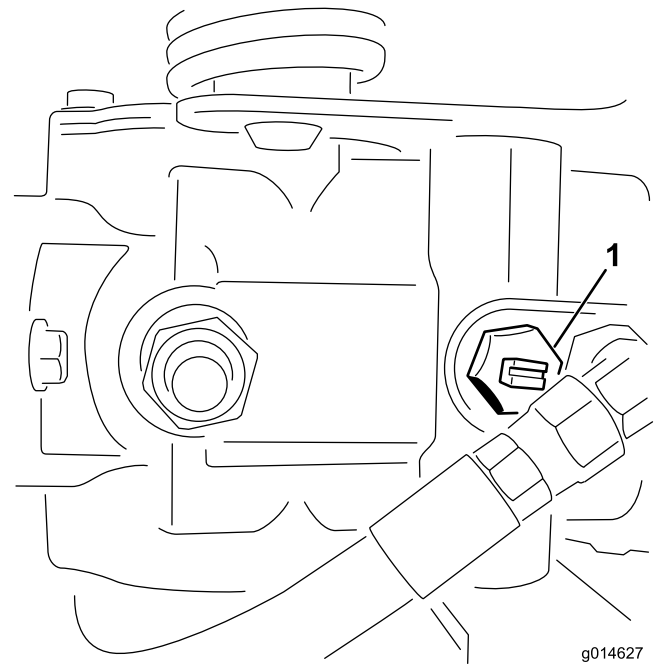

Figura 41
1. Localize a válvula de derivação na bomba e rode-a de forma a que a ranhura fique na vertical (**Figura 41**).
2. Antes de ligar o motor, feche a válvula de derivação rodando-a de forma a que a ranhura fique na horizontal (**Figura 41**). Não ligue o motor quando a válvula se encontrar aberta.